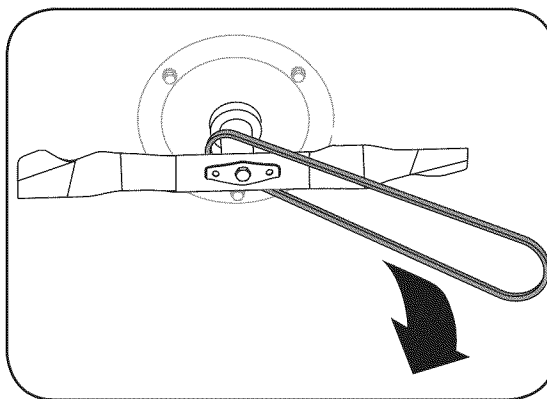

Figura 5-5
3. Haga rodar la correa fuera de la polea de transmisión. Incline la podadora sobre su lado con el filtro de aire hacia arriba para llegar a la correa desde la parte inferior de la podadora. Deslice la correa fuera de la polea del motor y enrosque a través de la abertura dentro de la ménsula de la guarda de la correa. Luego retire la correa de la cuchilla extrayendo un extremo por vez. Vea la Figura 5-5.
1. Enchufe el cargador de la batería dentro del orificio en la parte inferior del alojamiento de la batería, Figura 5-5.
2. Inserte la clavija del cargador de la batería en una salida residencial estándar de 120 voltios, Figura 5-5. Cargue la batería durante 8 a 10 horas antes del uso inicial. **No cargue por más de 12 horas.** La batería únicamente necesitará cargarse en el ajuste inicial y luego de que no se haya utilizado por períodos prolongados de tiempo.
Figura 5-5: Conecte el cargador dentro del conductor de la batería (1) y luego conecte el paquete del cargador en una salida residencial estándar de 120 voltios (2).